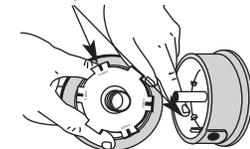

Fig. 30
5. Vérifiez l'état d'usure des dents de positionnement sur le moulinet intérieur et la bobine extérieure (Fig. 30). Enlevez les ébarbures ou remplacez le moulinet et la bobine au besoin.